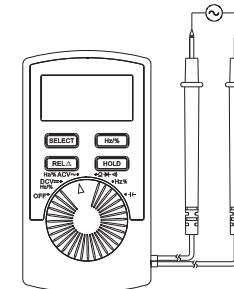

Рисунок 3
**5.2. Измерение переменного напряжения (см. Рис. 3)**